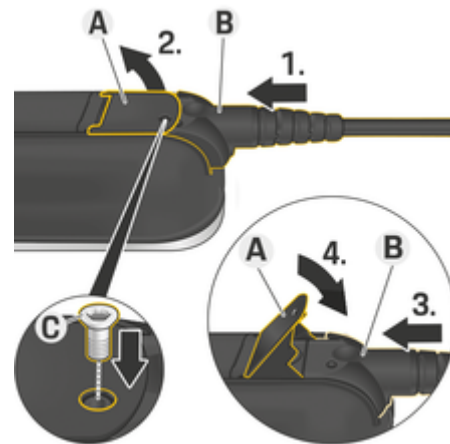

Fig. 30: Fixation des câbles et des fiches
- ✓ Le levier **A** (Fig. 30) est abaissé.
1. Insérez la fiche **B** (Fig. 30) dans le module de commande jusqu'au premier point de résistance.
2. Levez le levier **A** (Fig. 30).
3. Insérez entièrement la fiche **B** (Fig. 30).
4. Abaissez le levier **A** (Fig. 30).
5. Fixez la fiche **B** (Fig. 30) au module de commande à l'aide de la vis **C** (Fig. 30).